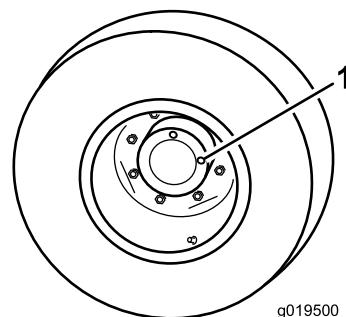

Figura 53
1. Con la macchina su una superficie pianeggiante, posizionate la ruota in modo che un tappo di controllo si trovi in posizione a ore 12 e l'altro a ore 3 (Figura 53).
1. Tappo di controllo/spruzzo (2)
2. Rimuovete il tappo a ore 3 (Figura 53).